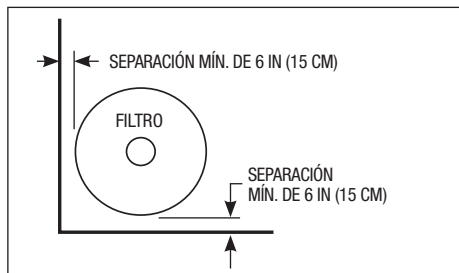

Figura 2. Ubicación del filtro
4. Deje suficiente espacio libre alrededor del filtro (consulte la Figura 2).